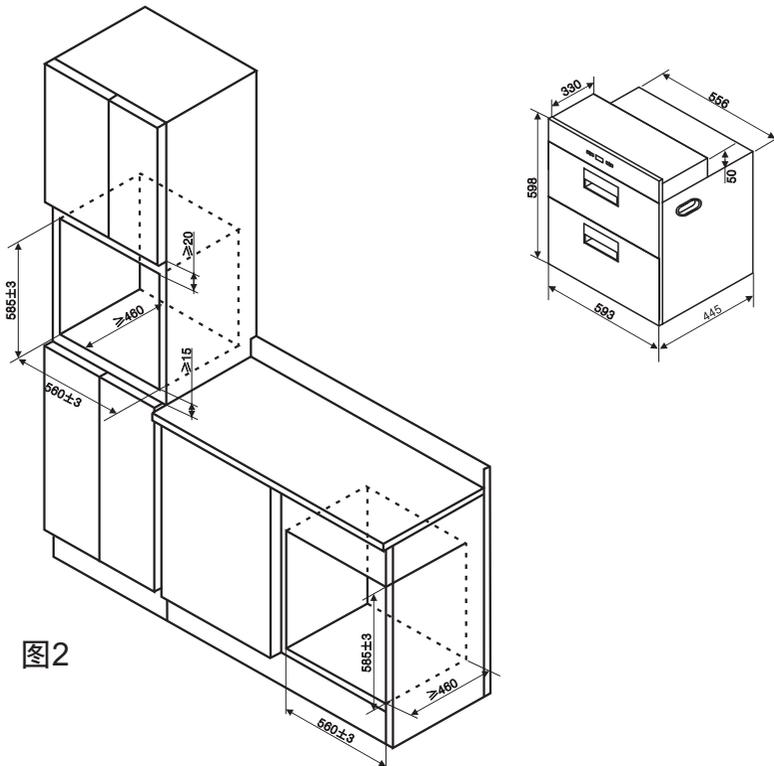

图2
- ❑ 按图2把消毒柜嵌入橱柜的设定位置中，用随机的自攻螺钉把消毒柜水平地固定在柜体上。